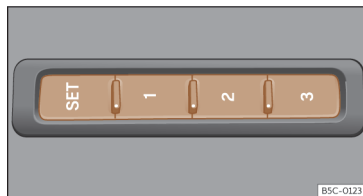

Fig. 98 No lado exterior do banco do condutor: botões de memória
- Pressione o botão **SET** durante mais de 1 segundo >>> Fig. 98.